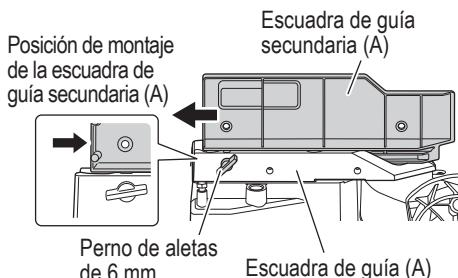

Fig. 11
Cuando corte en bisel hacia la derecha, afloje el perno de aletas de 6 mm, luego deslice la guía auxiliar (A) hacia afuera y quitela, como se indica en la Fig. 11.
En el caso del corte en ángulo directo y el corte en ángulo a bisel izquierdo, deslice hacia adentro hasta alcanzar la posición donde la escuadra de guía secundaria (A) hace tope y fíjela con un perno de aletas de 6 mm (como se muestra en la Fig. 11).